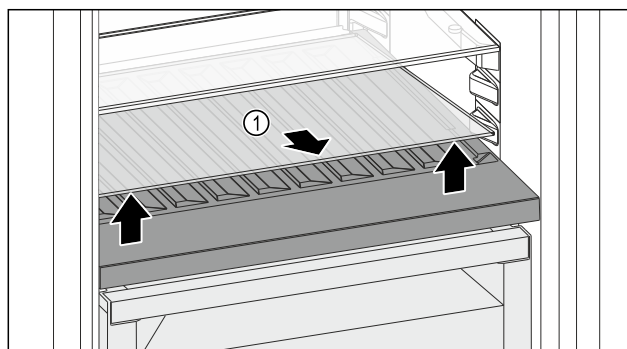

Fig. 80
- ▶ Podignite staklenu ploču Fig. 80 (1) na otvoru sprijeda i izvadite je.
- ▶ Čuvajte staklenu ploču Fig. 80 (1) na sigurnom izvan uređaja.